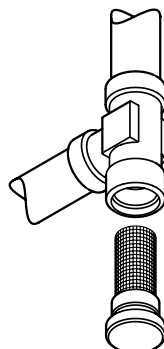

Fig. 34
4.8.2 Pulizia "Aqua Guard Filter System" (fig. 34)